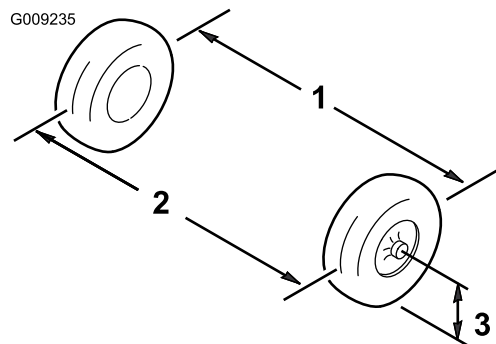

Figura 57
1. Meça a distância entre os pneus dianteiros à altura do eixo na zona dianteira e traseira dos pneus dianteiros (Figura 57).